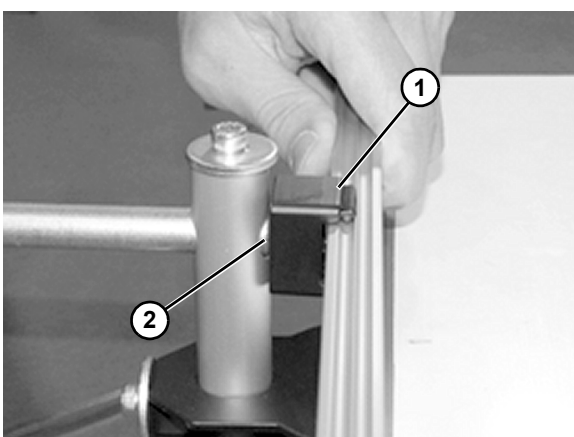

Figura 34
5. Vuelva a colocar el clip (**Figura 34, parte 1**) y montar en el eje (**Figura 34, parte 2**). Apretar el tornillo (**Figura 31, parte 1**) al extremo del eje.